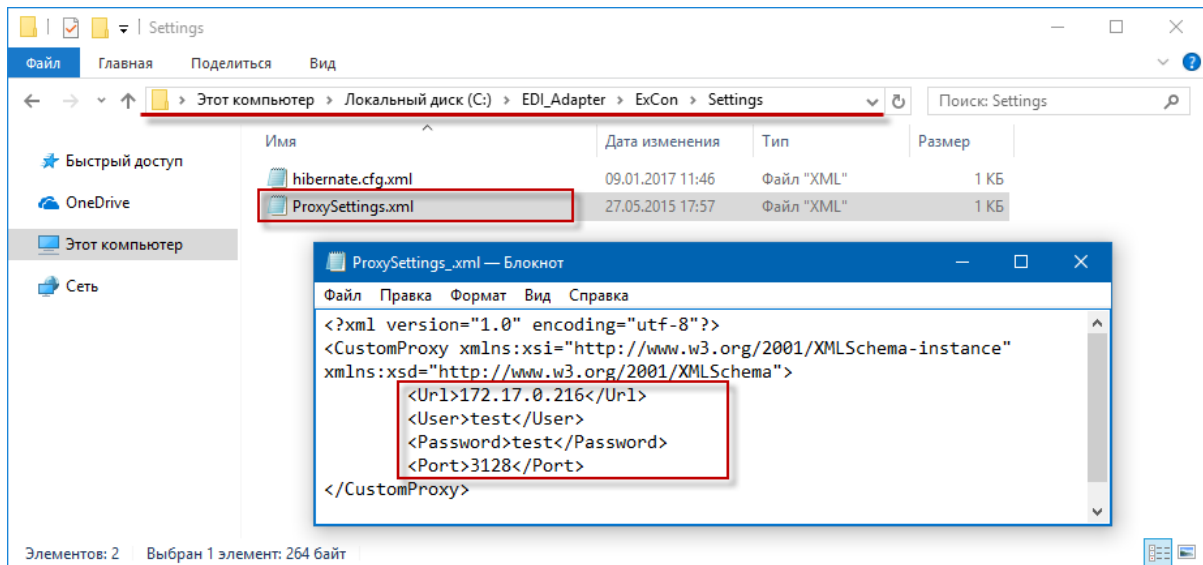

Рисунок 18 – Файл ProxySettings.xml
- Port – порт, значение может быть «3128» или «8080» (рис. 18).